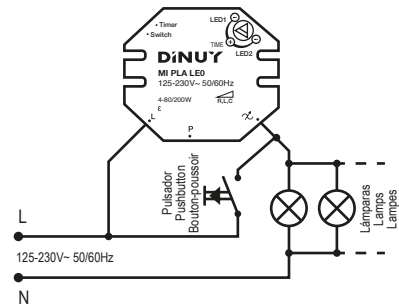

Fig. 3
- Esquema 2 (Fig. 3): Instalación a "2 hilos" sin Neutro. Al accionar el pulsador, la lámpara realiza un guiño inicial e, inmediatamente, se enciende durante la temporización establecida. Esta instalación no es compatible con el modo "Switch".
- Wiring 2 (Fig. 3): "2-wire" installation without N-wire. When the pushbutton is pressed, the lamp makes an initial blink and immediately lights up during the set time delay. This installation is not compatible with "Switch" mode.